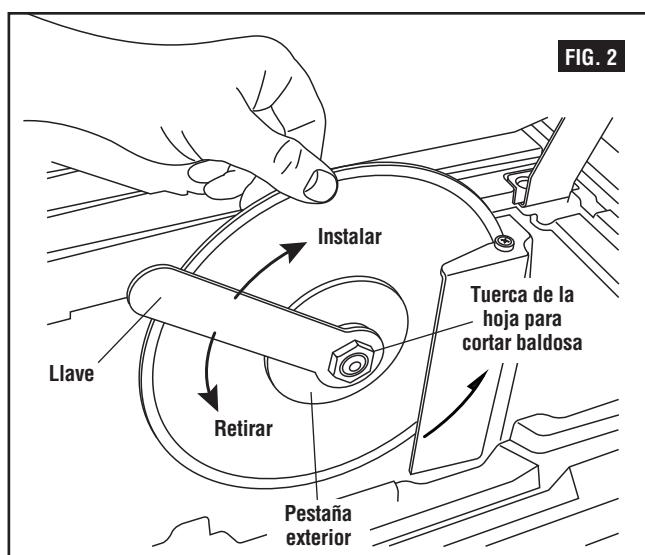

FIG. 2
2. Agarre firmemente con la mano la hoja de sierra para cortar baldosa y luego apriete la tuerca con la llave de tuerca en sentido contrario al de las agujas del reloj (Fig. 2).
6. Apriete la tuerca de la hoja para cortar baldosa (Fig. 2), pero NO LA APRIETE EXCESIVAMENTE.